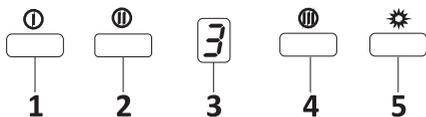

Fig. 11: Interruttore Touch
1. Premere questo tasto per accendere il prodotto. Quando si preme questo tasto il prodotto funzionerà subito alla velocità 1 (Fig.11).
2. Quando si preme questo tasto il prodotto funzionerà alla velocità 2 (Fig.11).
3. Display Dgt.: Si può apprezzare l'efficienza di funzionamento del prodotto in questa schermata (Fig.11).
4. Quando si preme questo tasto il prodotto funzionerà alla velocità 3 (Fig.11).
5. Premere questo tasto per accendere e spegnere le luci (Fig.11).